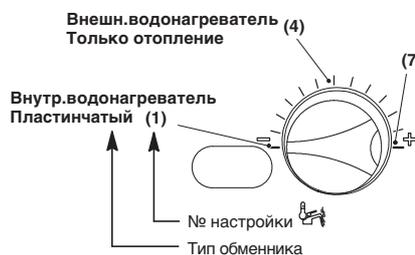

Рис. 20
- 1 Чтобы изменить настройку, поверните регулятор температуры горячего водоснабжения и установите его в **выбранное положение** (на рисунке, например, ручка установлена на **Только пластины**) (Рис. 20).